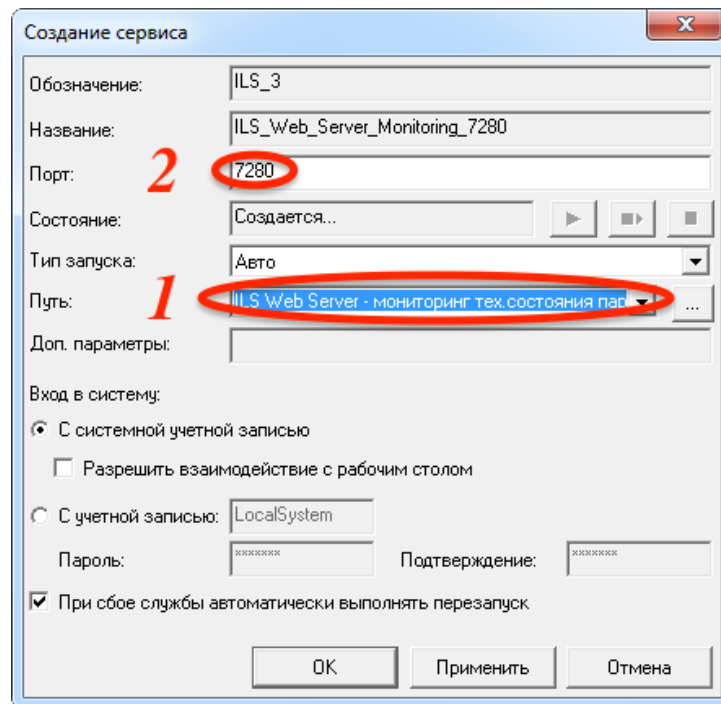

Рис. 4-5 – Окно настройки сервиса
3) В открывшемся окне «Создание сервиса» в поле «Путь» выбрать значение «ILS Web Server – мониторинг тех. состояния парка» (1 на рис. 4-5) и после этого в поле «Порт» будет выведен номер порта по умолчанию (2 на рис. 4-5).
3) В открывшемся окне настройки сервиса в поле «Порт» изменить номер порта на свободный (см. выше 2 на рис. 4-5).